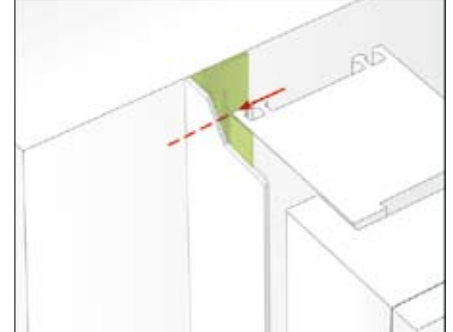

Fig. 9: bevestiging onder een profielijzer
- Verwijder de beschermstrook van het kleefband en kleef pas daarna het onderste gedeelte van het dubbelzijdige kleefband op de zichtbare kant van het kozijn (fig. 9).